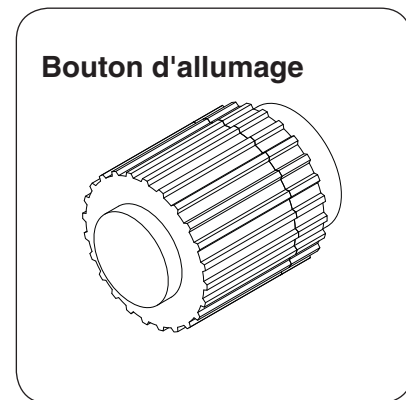

Fig. 22-1
3. Appuyez et maintenez enfoncé le bouton d'allumage électronique (voir Fig. 22-1). L'allumeur commence à susciter un déclic rapide.